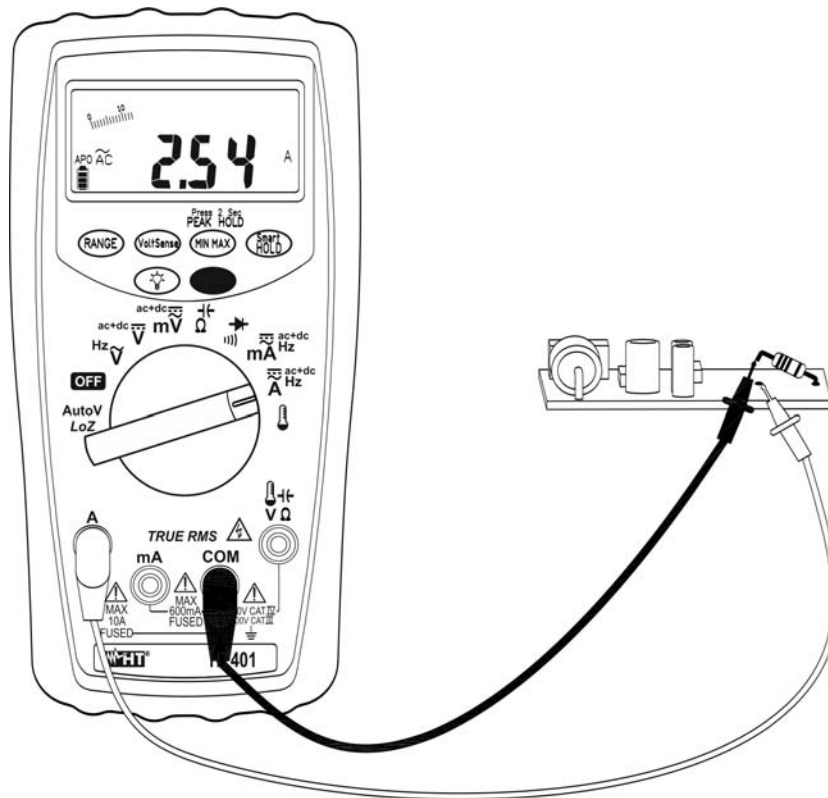

Fig. 6: Uso dello strumento per misura di Corrente AC
6. Collegare il puntale rosso ed il puntale nero in serie al circuito del quale si vuole misurare la corrente come indicato in Fig. 6